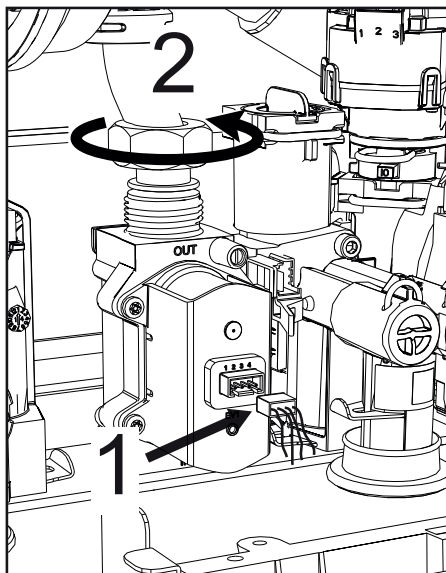

Abb. 50 -
- Die elektrischen Steckverbinder "1" abtrennen ("Abb. 50 -").
- Die Gaszufuhrleitung "2" abtrennen ("Abb. 50 -").